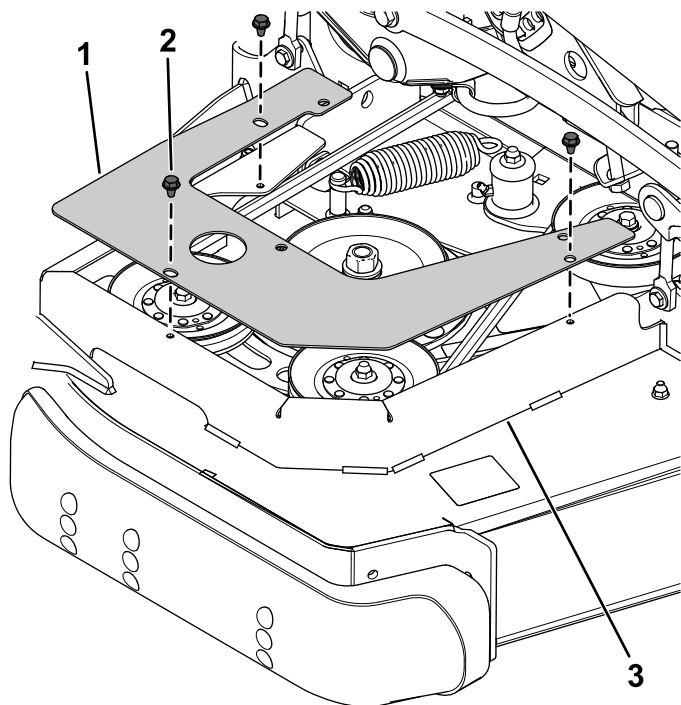

Рисунок 3
1. Зафіксуйте праве огородження шківів до огородження пасової передачі із застосуванням раніше видалених 3 саморізів (Рисунок 3).